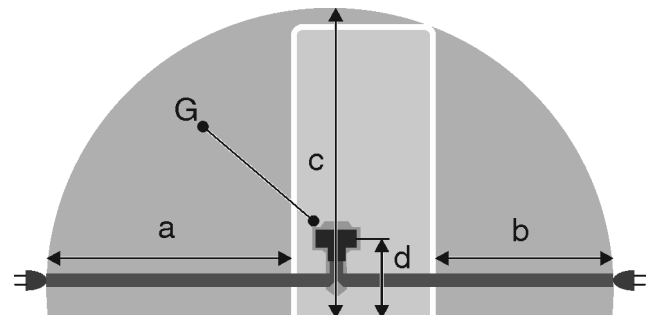

Fig. 55 Jäakaappi-pakastinyhdistelmät / pakastimet / täysikokoiset BioFresh-laitteet*
- Pistorasia ei ole laitteen takana, vaan a- tai b-alueella *Fig. 55 (a, b, c)*.
- Liitä pistoke *Fig. 55 (G)* laitteen takana olevaan liitinaukoon. Varmista, että osat kiinnittyvät kunnolla paikalleen.